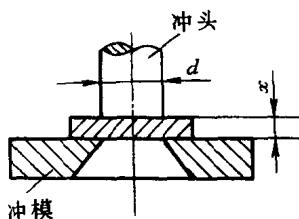

图 1-6
5. A2 钢板在 25(t) 冲床上冲孔如图 1-6 所示。材料的剪切强度极限  $\tau_b = 400\text{ (MPa)}$ , 冲孔直径  $d = 18\text{ (mm)}$ , 求所能冲出通孔钢板的最大厚度。